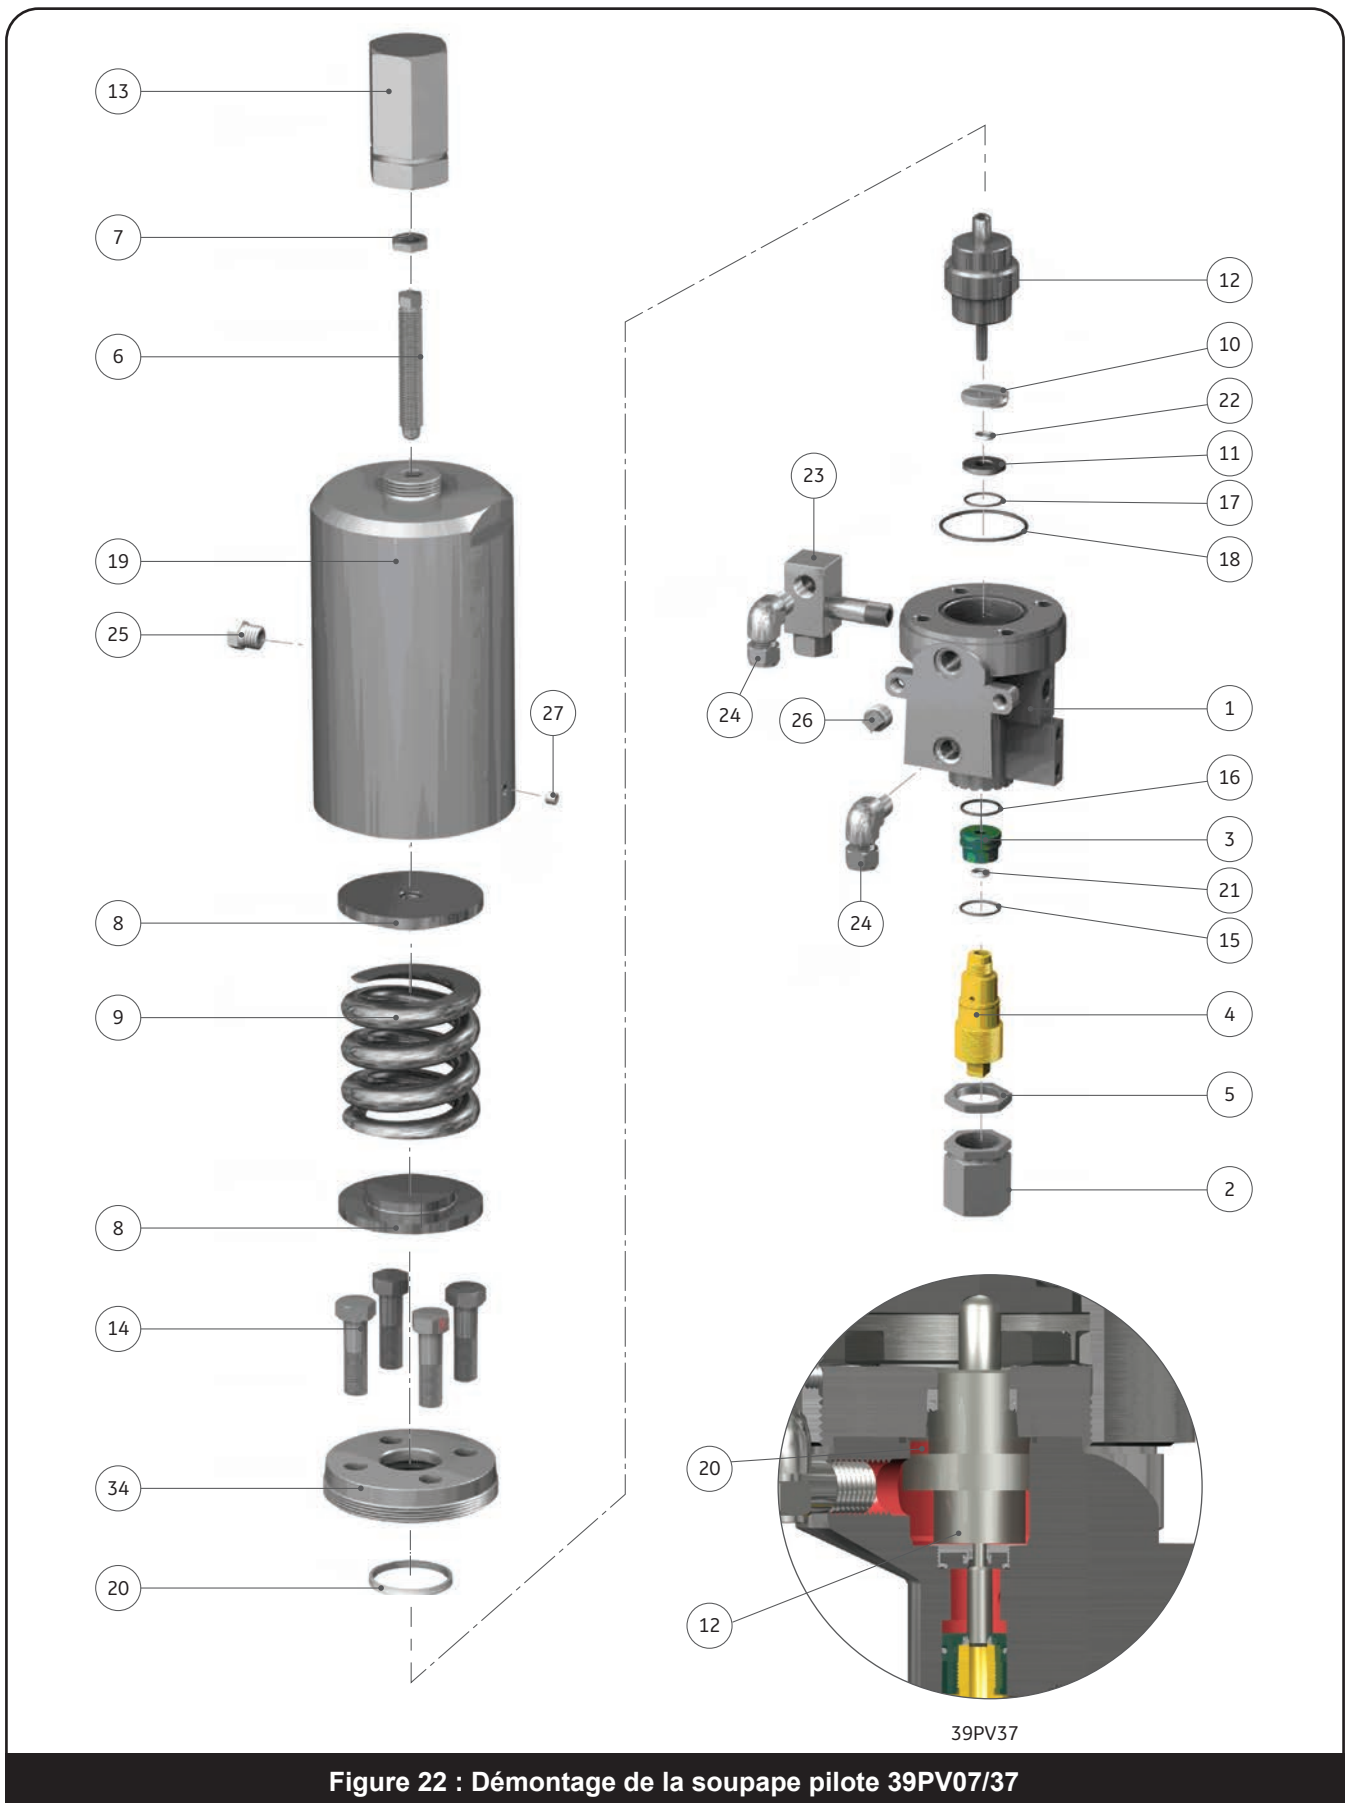
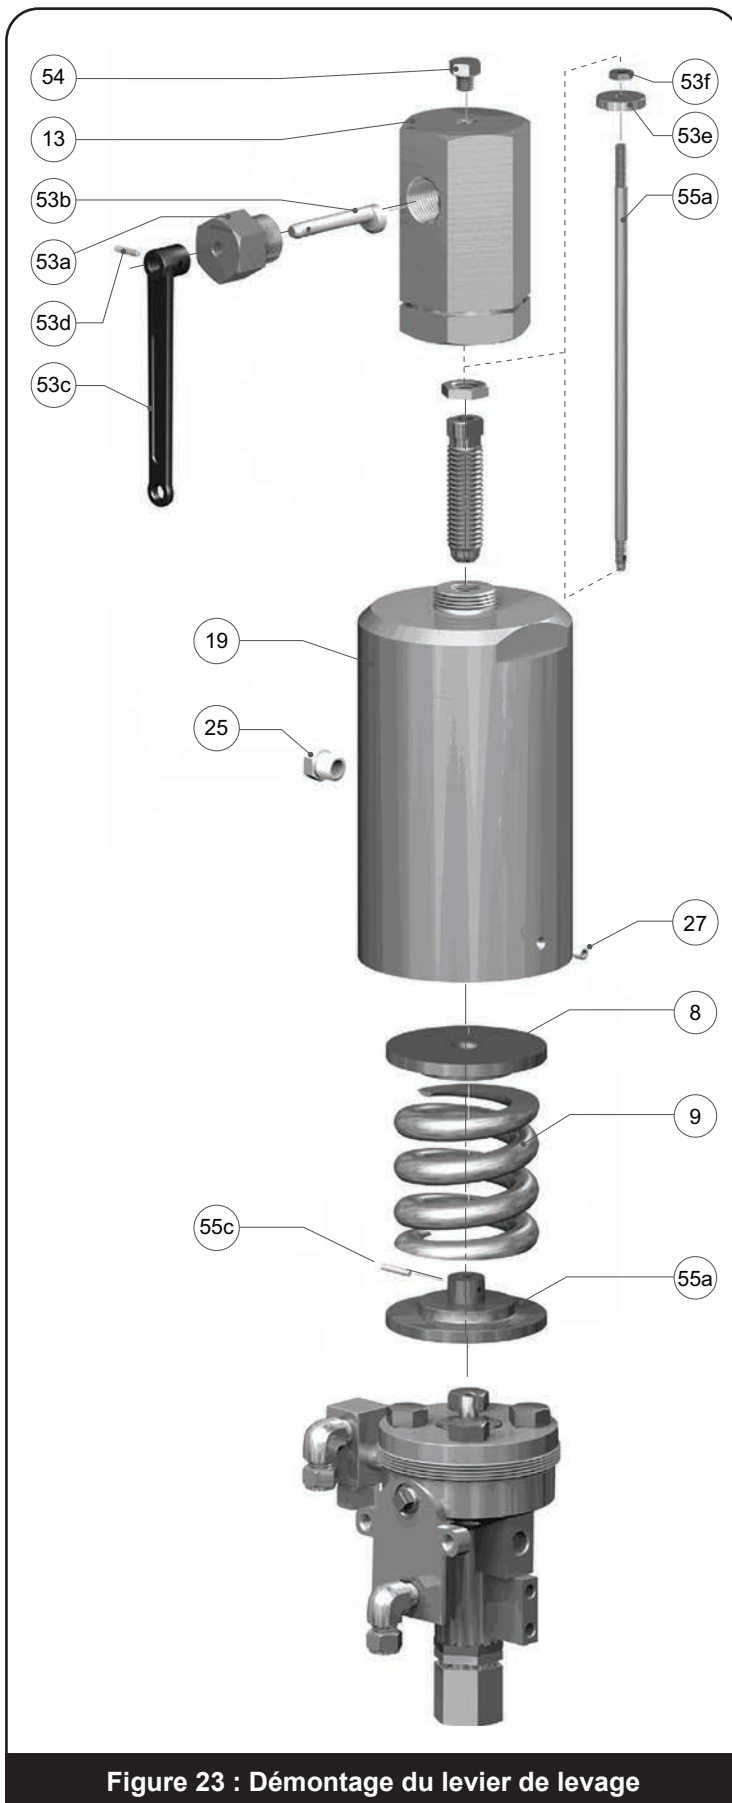
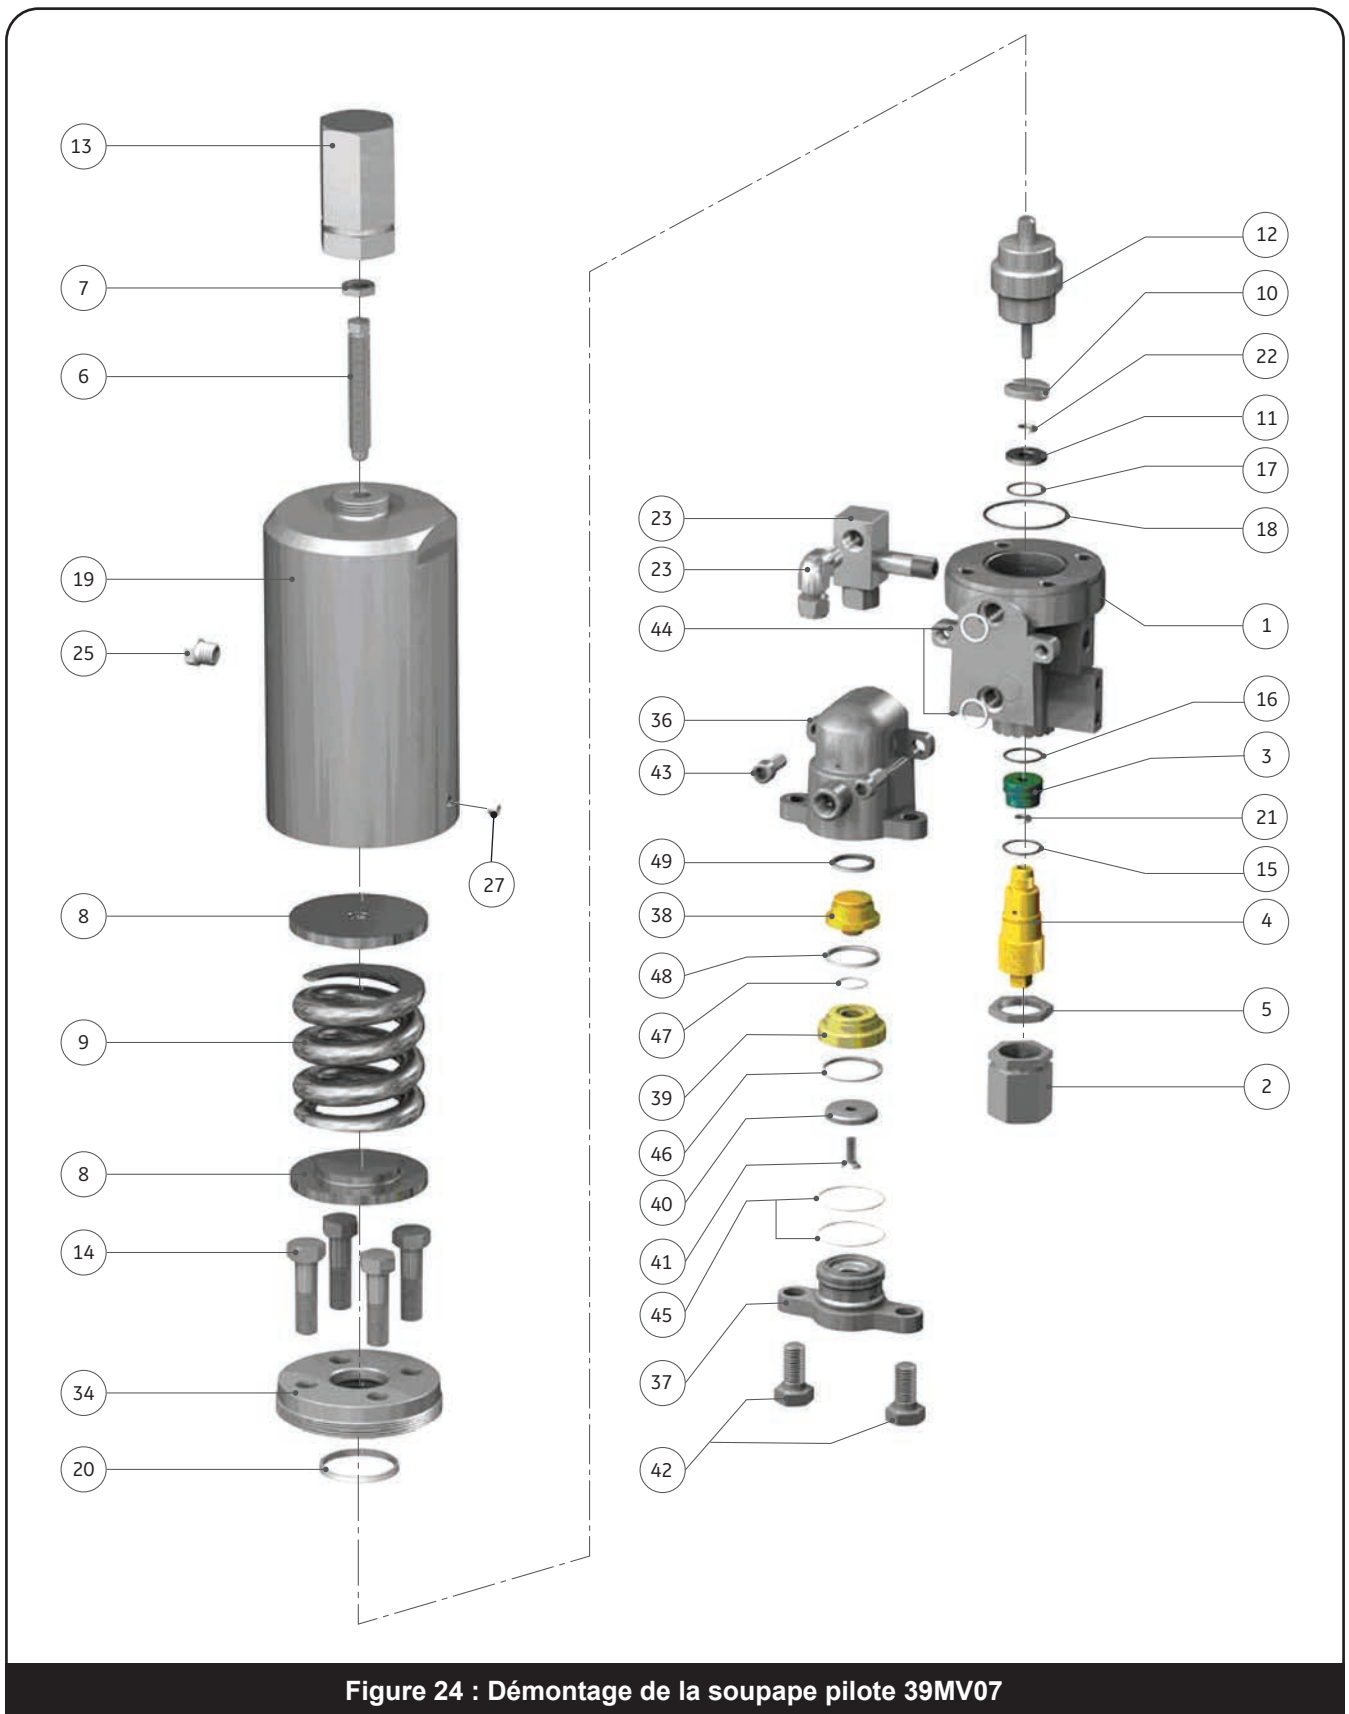

Figure 22 : Démontage de la soupape pilote 39PV07/37
Figure 23 : Démontage du levier de levage
Figure 24 : Démontage de la soupape pilote 39MV07
Figures 22 et 23
3. Si un levier de levage est installé, utilisez également la Figure 23 pour retirer l'ensemble levier de levage. Revenez ensuite à la Figure 22 pour continuer le démontage.
Figures 23 et 24
3. Si un levier de levage est installé, utilisez également la Figure 23 pour retirer l'ensemble levier de levage. Revenez ensuite à la Figure 24 pour continuer le démontage.
3. Si un levier de levage est installé, utilisez également la Figure 23 pour retirer l'ensemble levier de levage. Revenez ensuite à la Figure 25 ou 26 pour continuer le démontage.